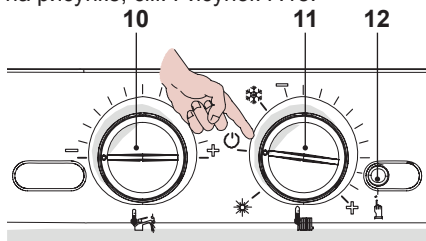

Рисунок 7.18
- Чтобы выйти из режима программирования, установите переключатель функций / регулятор температуры 11, как показано на рисунке, см. Рисунок 7.18.